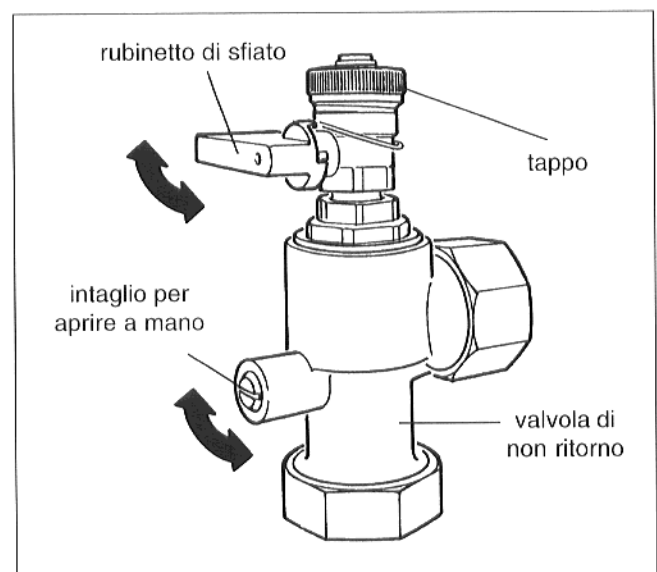

Fig. 10
- Girare in posizione verticale («aperto a mano») l'intaglio della vite di registro della valvola di non ritorno) (Fig. 10).
- Svitare il tappo della valvola di sfiato e portare in posizione verticale («aperto») la caviglia del rubinetto di sfiato) (Fig. 10).